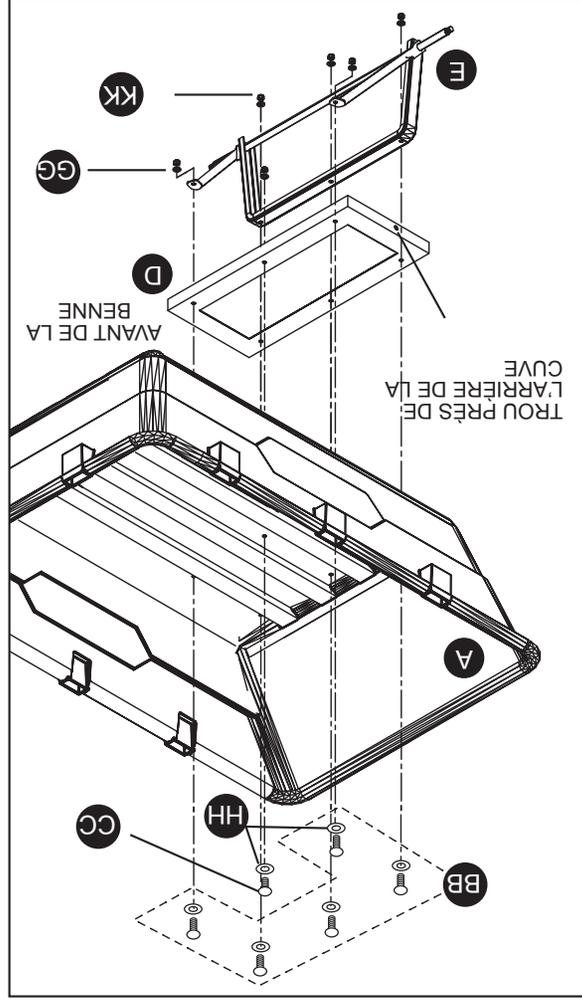

Fig. 7
5. Attach the rear axle assembly (E) with the rear struts (C) and the rear frame (D) to the tray (A) using five M8 x 38 carriage bolts (BB), one M8 x 35mm carriage bolts (CC), six M8 lock nuts (KK), six M11 washers (HH), and six M8 washers (GG), as shown in Fig. 7.
Use the one M8 x 35mm carriage bolts (CC) in the front center location of the rear frame (D), as shown in Fig. 7.
5. Fixez l'essieu arrière (E) à la benne (A) au moyen des barres arrière (C), du cadre arrière (D) et de cinq boulons de carrosserie M8 de 38 mm (BB), boulons de carrosserie M8 de 35 mm (CC), de six écrous de blocage M8 (KK), de six rondelles M11 (HH), ainsi que de six rondelles M8 (GG), tel qu'il est illustré à la figure 7.
Insérez boulon de carrosserie M8 x 35 mm (CC) dans le trou situé au centre de la barre avant du cadre arrière (D), tel qu'il est illustré à la figure 7.